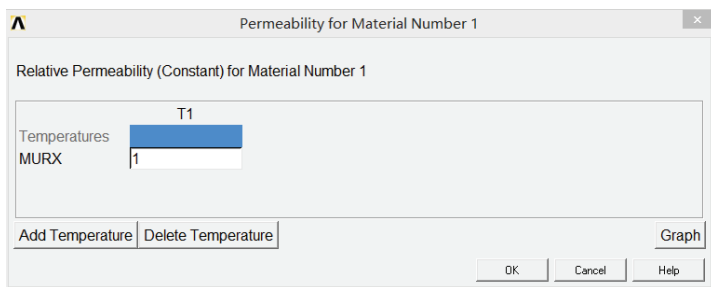

图 4-27 输入相对磁导率对话框
2) 在 Material Models Available 一栏中, 依次单击 Electromagnetics、Relative Permeability、Constant 选项, 出现 Permeability for Material Number 1 对话框, 在 MURX 输入栏中输入 1, 如图 4-27 所示, 单击 OK 按钮关闭该对话框。